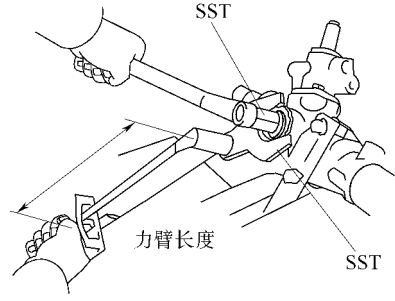

图 16-77 用力臂长 340mm 的扭力扳手旋紧锁紧螺母
1) 在锁紧螺母的螺纹部分涂敷密封胶，使用转向机壳大修工具将齿条导套弹簧帽固定在适当的位置，再使用力臂长 340mm 的扭力扳手旋紧锁紧螺母，如图 16-77 所示。然后重新检查总预紧力矩。